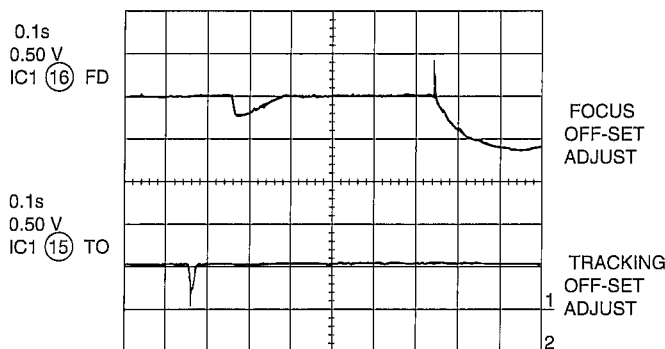

Figure 23-1
1. Focus offset (Fig. 23-1)
1. décalage de focalisation (Fig. 23-1)